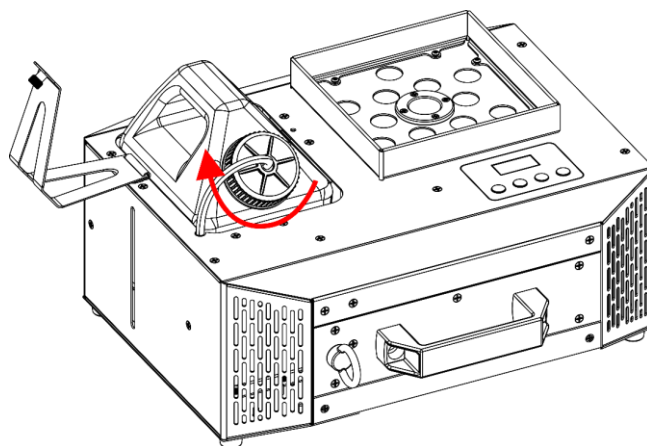

Abb. 35
- 10) Schrauben Sie den Deckel wieder auf den Flüssigkeitstank, wie in Abb. 35 gezeigt.